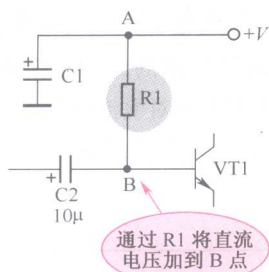

图 1-6 示意图
(1) 提供电压。如图1-6所示, 电阻R1为B点提供直流电压。